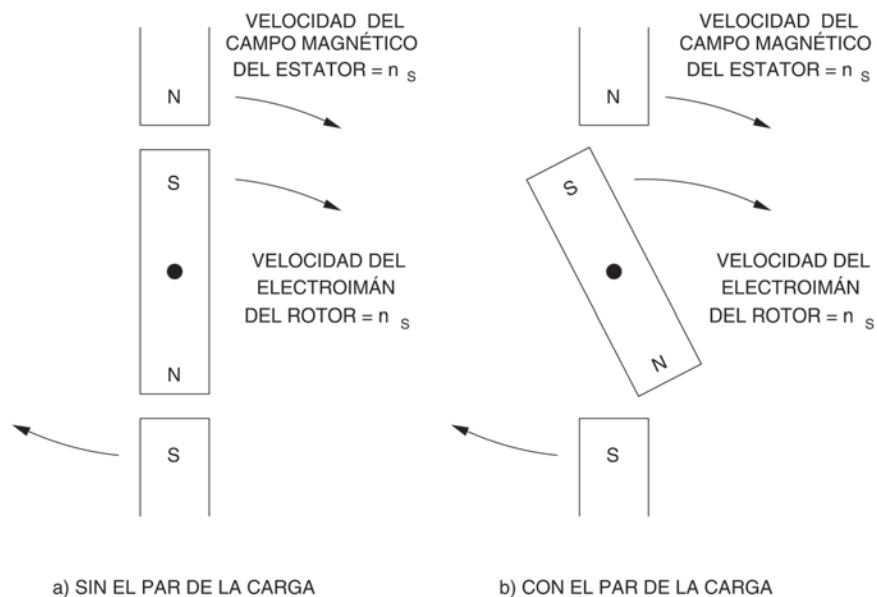

Figura 5-5. Efecto del par de la carga sobre la posición del rotor de un motor sincrónico.
Una de las características más importantes del motor sincrónico trifásico visto en el ejercicio anterior es que su velocidad de rotación es igual a aquella del campo magnético giratorio del estator (velocidad de sincronismo n_s). Cuando el motor sincrónico funciona sin el par de la carga, el electroimán del rotor se ubica de manera que sus polos magnéticos resulten alineados con aquéllos del campo magnético giratorio, como lo muestra la Figura 5-5 (a). Sin embargo, cuando se aplica el par de la carga al motor sincrónico, el electroimán del rotor cambia de posición con respecto al campo magnético giratorio, o sea, el rotor se atrasa con relación a dicho campo, como lo ilustra la Figura 5-5 (b).
3. El motor sincrónico de la Figura 5-5 sale de sincronismo cuando el rotor se encuentra a